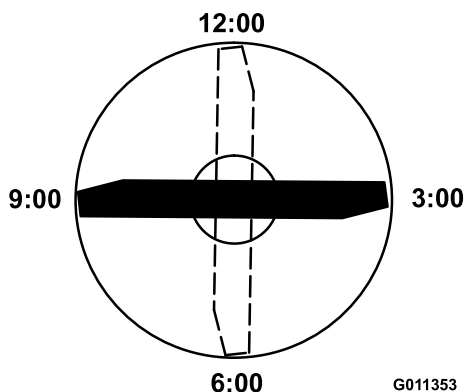

Figure 69
3. Positionnez le tranchant de l'extrémité repérée à la position 12 heures (droit devant dans la direction de la tonte) et mesurez la hauteur de la surface plane au tranchant de la lame (Figure 69).
4. Tournez l'extrémité repérée de la lame aux positions 3 et 9 heures et mesurez les hauteurs respectives (Figure 69).